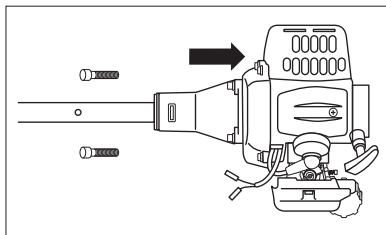

рис. 4
4. Установите штангу в сборе на двигатель, используя четыре винта (рис. 4).